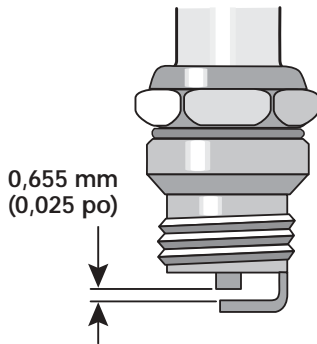

Figure 56
3. Si la bougie est fendillée, encrassée ou sale, remplacez-la. Réglez l'écartement à **0,655 mm (0,025 po)** à l'aide d'une jauge d'épaisseur (Fig. 56).